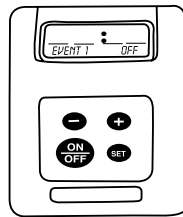

FIG. 4
- 3) Once the ON time is set, press SET button once. The display will now show EVENT 1 OFF. (See Fig 4)
- 3) Après avoir réglé l'heure de mise en marche, appuyez une fois sur le bouton SET (régler). L'affichage indiquera maintenant EVENT 1 OFF (événement 1 arrêt). (Voir la fig. 4)